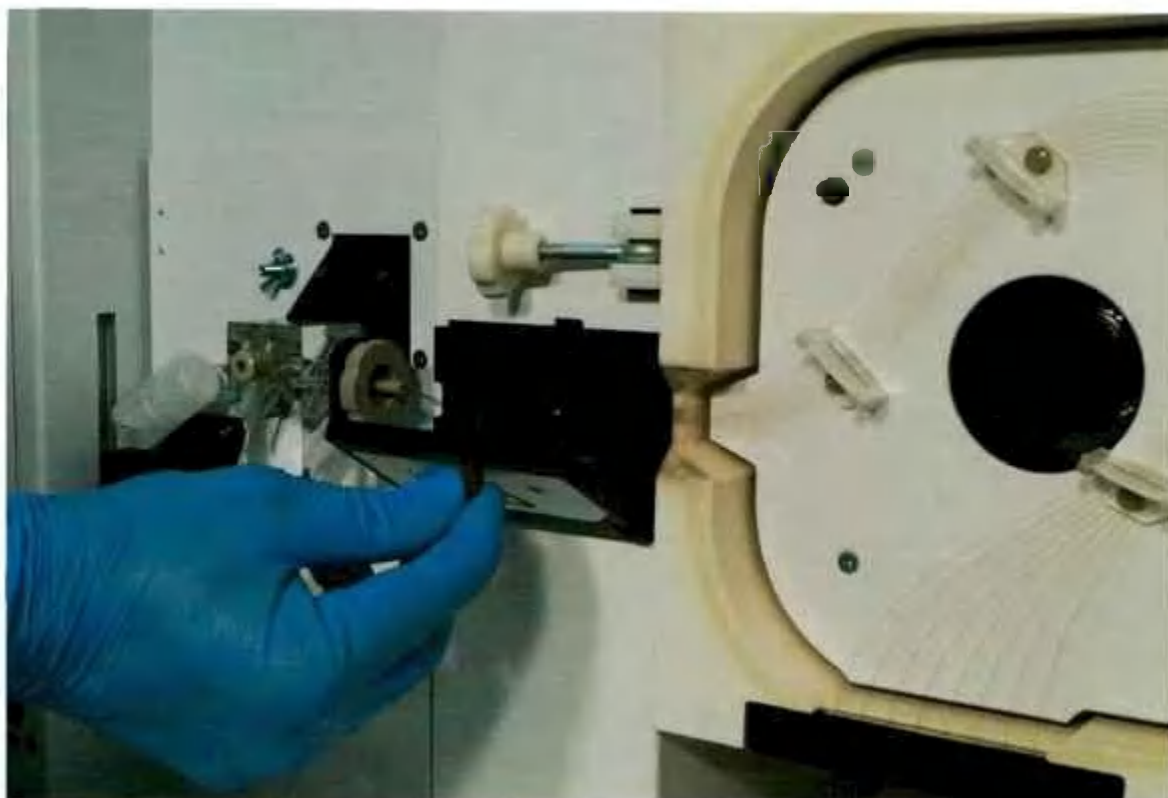

Рисунок 27 - Открыть панель детектора
- 1) Вылить буфер из емкости для анодного буфера и пустую установить ее на место (рисунок 27).